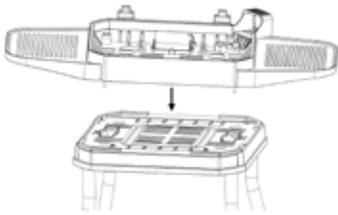

Fig. 5
7. A questo punto, posizionare l'alloggiamento del barbecue [9] sulla base [11] e ruotare i due fermi sul lato inferiore in senso antiorario. Ora l'alloggiamento e la base del barbecue sono collegati (Fig. 5, 6 e 7).